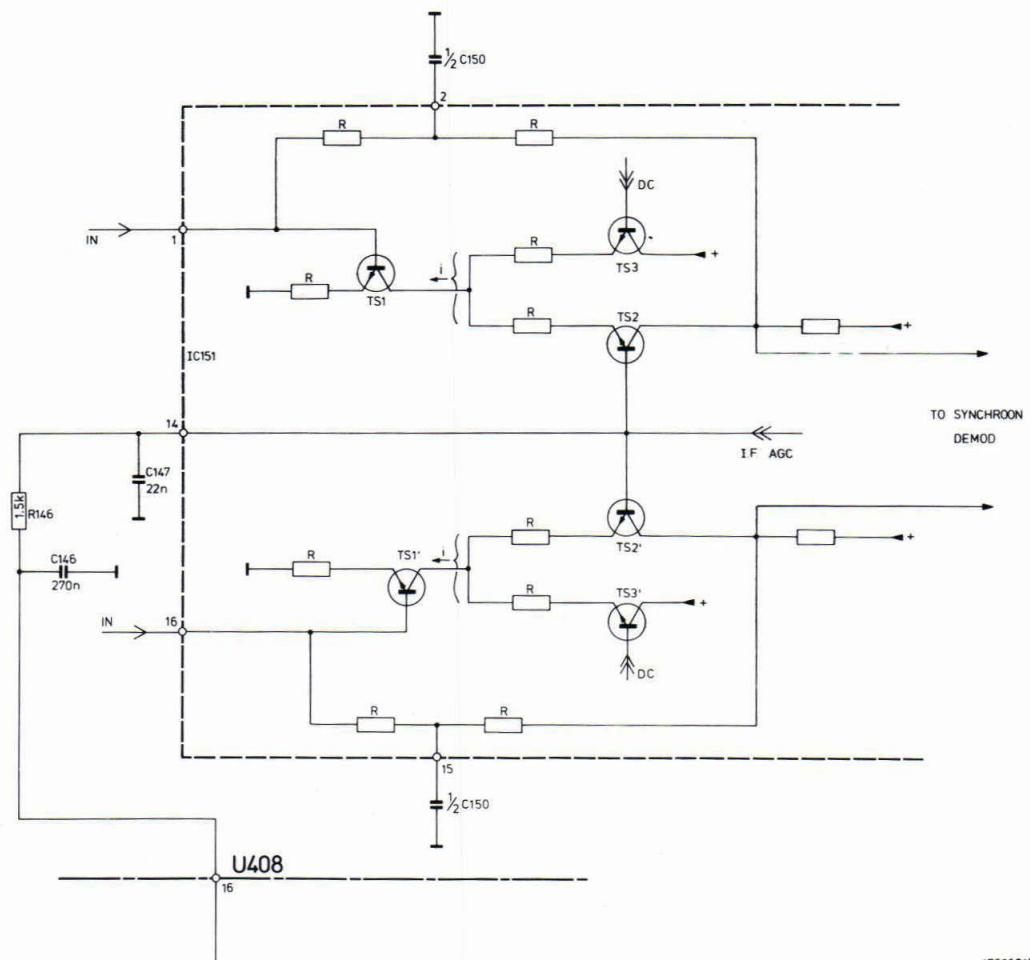

Fig. III-2
3. De MF-versterker (Fig. III-2)